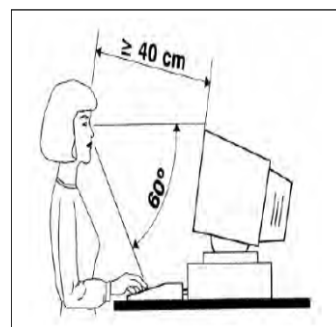

Figura 2. Monitor – Usuario.
- Colocar la pantalla a una **distancia superior a 40 cm** del usuario y ajustarla de manera que la parte más alta del monitor quede a la altura de los ojos (Figura 2).